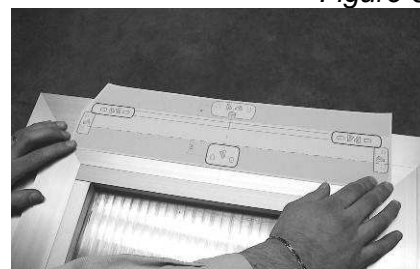

Figure 7
- D. Appliquer le gabarit au bâti (partie fixe) en faisant correspondre l'axe avec la ligne médiane des deux «X» tracée précédemment (Fig. 7). Attention: pour les bâtis qui ne sont pas coplanaires, couper la partie de gabarit de couleur prise et l'appliquer à la partie mobile du bâti en prenant soin de la garder dans la même position de référence.